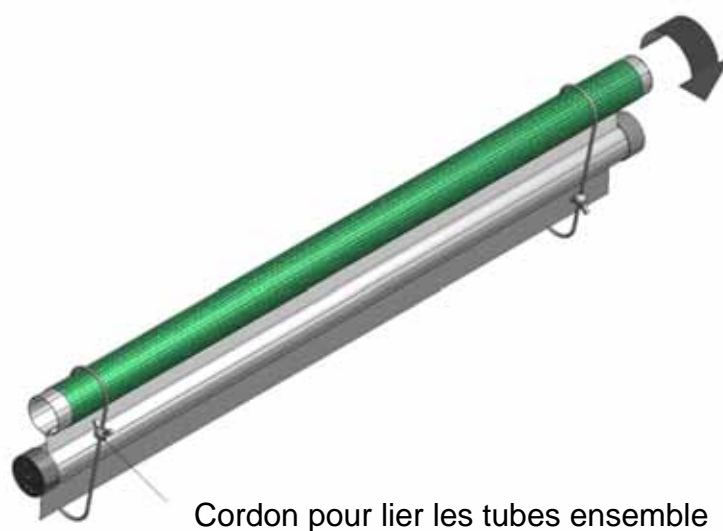

Figure 6, Enroulez la porte autour du tube supérieur et fixez
5. Enroulez complètement le matériau de l'écran sur le tube supérieur ; nous recommandons que le matériau se déroule dans le dos du tube supérieur, afin de minimiser l'espace entre le matériau et la face du bâtiment. Reliez les tubes ensemble, comme indiqué à la figure 6.